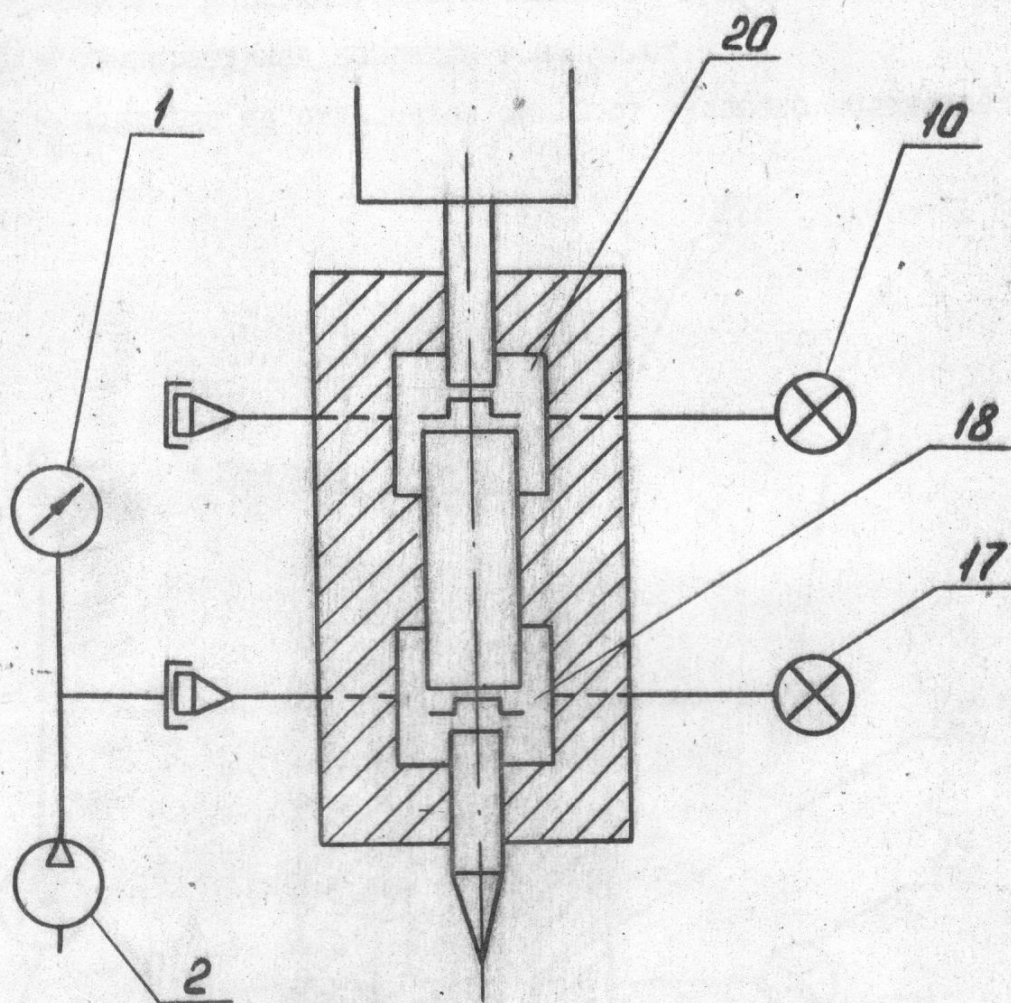

Рис. 7. Схема соединения манометра при измерении избыточного давления
- а) соедините манометр с установкой согласно рис. 7;